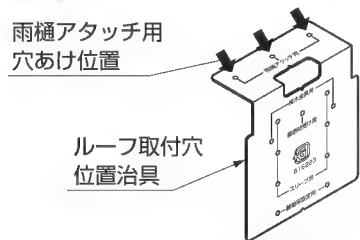
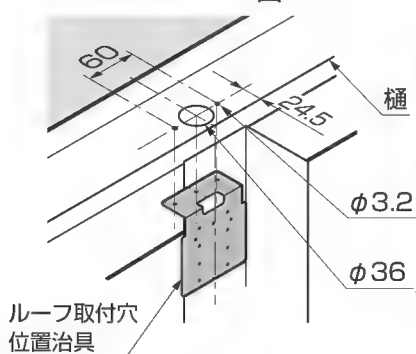

图 11-2
図11-3 A部詳細図
- ① ルーフ取付穴位置治具を樋にあて、ケガキ、ドリルで水抜き穴φ36と雨樋アタッチメント取付穴φ3.2をあけてください。(図11-2、図11-3参照)